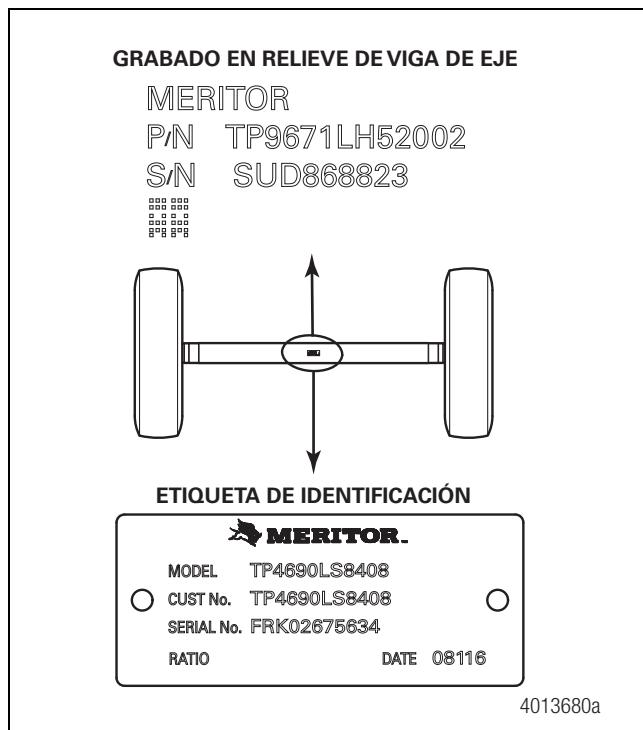

Figura 6.4
1. En los ejes con el orificio superior central de fábrica, la etiqueta de identificación o el grabado en relieve se ubica hacia la parte trasera del eje. Figura 6.4.